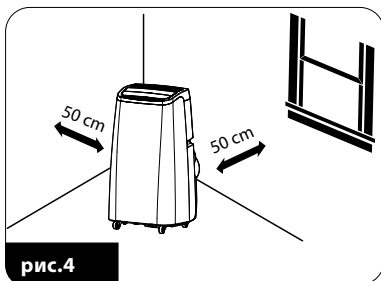

рис.4
- Установите кондиционер в предусмотренном месте, сохраняя при этом свободное пространство вокруг прибора (рис. 4) на расстоянии не менее 50 см.
- Внешний соединитель (16), расположенный на другом конце воздуховода (15) установите в окне с помощью прилагаемого монтажного комплекта. Вы можете использовать один из двух монтажных наборов для раздвижных и откидных окон.